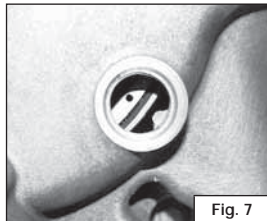

Fig. 7
- Portare l'albero motore al punto morto superiore in fase di compressione, servendosi di una chiave a T inserita nel dado centrale del variatore. Per verificare l'esatta posizione del punto morto superiore bisogna allineare il punto presente sul volano con la tacca presente sul carter (Fig. 7).
- Ruotare l'albero motore facendo coincidere sia il riferimento sul volano (Fig. 7) che i riferimenti presenti sulla corona dentata e sulla ruota fonica con il riferimento presente sulla testa.
- Bring the crankshaft to top dead centre by inserting a T wrench in the variator central nut. To check the exact position of top dead centre you have to align the flywheel with the notch on the crankcase (Fig. 7).
- Rotate the crankshaft to align both the flywheel (Fig. 7) with the notch on the crankcase and the sprocket and phonic wheel with the timing mark on the head.
- Déplacez le vilebrequin au point mort haut en vous servant d'une clé avec manche en T introduite dans l'écrou central du variateur. Pour vérifier la position exacte du point mort haut, vous devez aligner le volant avec le cran sur le carter (Fig. 7).
- Tourner le vilebrequin en faisant correspondre aussi bien la marque sur le volant (Fig. 7) que les marques présentes sur la couronne dentée et sur la roue phonique avec celle présente sur la culasse.
- Portare l'albero motore al punto morto superiore servendosi di una chiave a T inserita nel dado centrale del variatore. Per verificare l'esatta posizione del punto morto superiore bisogna allineare il volano con la tacca presente sul carter (Fig. 7).
- to align the flywheel with the notch on the crankcase (Fig. 7).
- Déplacez le vilebrequin au point mort haut en utilisant une clé avec manche en T introduite dans l'écrou central du variateur. Pour vérifier la position exacte du point mort haut, vous devez aligner le volant avec le cran sur le carter (Fig. 7).
- Con una chiave a bussola con manico a T, agendo sul dado presente sull'albero motore e che fissa il variatore, far compiere all'albero motore 4-5 giri completi e riportarlo al punto morto superiore allineando i riferimenti di (Fig. 7) e controllare che la corona dentata della catena di distribuzione sia ancora allineata con il riferimento sulla testa.
- Insert a T wrench in the variator central nut and rotate the crankshaft, 4-5 complete revolutions and bring it back to the top dead centre, align the timing marks shown in Fig. 7 and check to ensure that the distribution chain sprocket has remained aligned with the timing mark on the head.
- After having checked to ensure that the crankshaft is at the top dead centre (Fig. 7), check and if necessary correct the exhaust and intake valve for proper clearance. The clearance value is specified in the table entitled "Assembly data". For valve clearance adjustment, you need a feeler gauge and the rocker arm adjustment screws.
- Avec une clé à douille mâle à béquille, agissez sur l'écrou de l'arbre à cames qui fixe le groupe variateur et faites faire 4-5 tours complets au vilebrequin, puis remettez-le au point mort haut en alignant les repères de la Fig. 7 ; contrôlez que la couronne dentée de la chaîne de distribution soit encore alignée avec le repère .
- Dopo aver verificato che l'albero motore si trovi al punto morto superiore (**Fig. 7**) controllare ed eventualmente ripristinare il corretto gioco valvola di scarico e d'aspirazione. Il valore del gioco delle valvole é indicato nella tabella "**Dati montaggio**". Per ripristinare il gioco valvole servirsi di uno spessore e delle viti di registro presenti sui bilanceri.